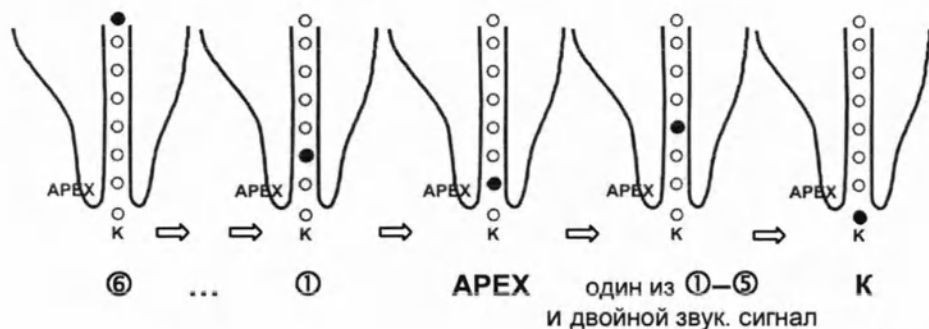

Рис.1
1) если сигнализация **АРЕХ** задана **выше**, чем в основном режиме, то порядок мигания индикаторов следующий (см. рис.1): ⑥→⑤→ ... →①, **АРЕХ**, один из пяти индикаторов ① - ⑤ (при этом раздается **двойной звуковой сигнал**), затем К и снова ⑥→⑤→ ...